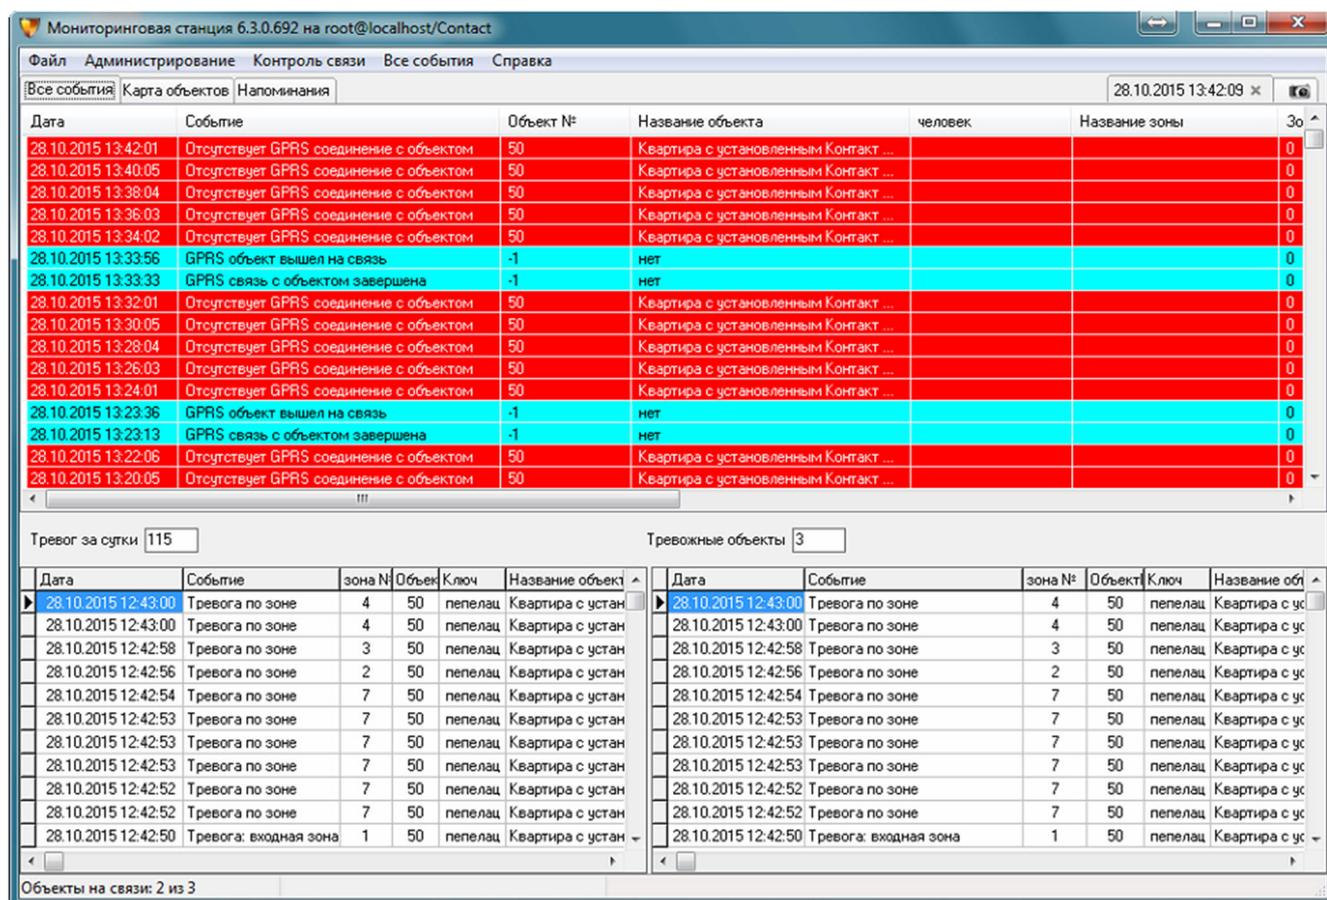

Рисунок 46
- «Разрешать снимки ленты событий» — при установке флажка в главном окне появляется кнопка  , при нажатии на которую производится моментальный снимок ленты событий (рисунок 46). Требуется перезагрузка PCN6.